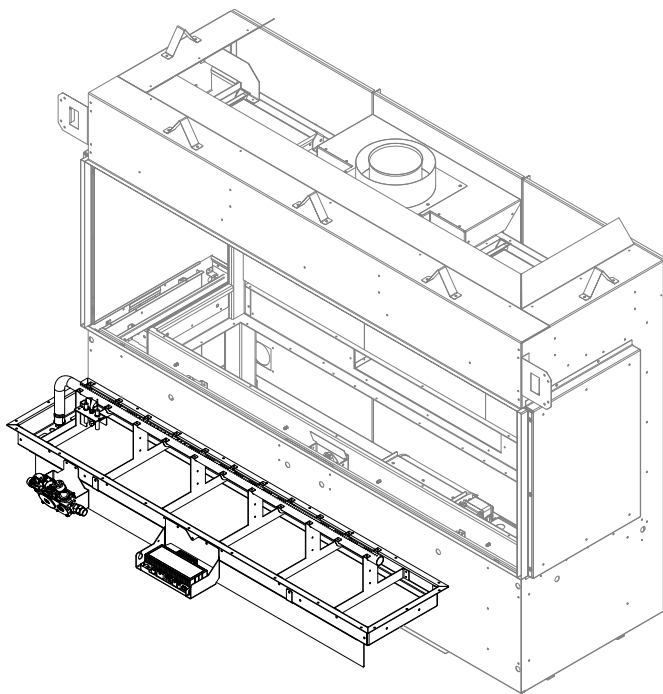

Figure 7.20 - Retrait du panneau de contrôle
6. Retirez les (24) vis à métal qui retiennent le panneau de contrôle au bas de la chambre de combustion. Figure 7.20.
7. Commencez par tirer pour sortir le panneau de contrôle. En soulevant le panneau de contrôle, vous devrez l'incliner vers vous pour que la valve de gaz et le module de contrôle puissent pivoter dans l'ouverture. Soulevez le panneau de contrôle pour accéder à l'espace sous le panneau de contrôle. Figure 7.20.